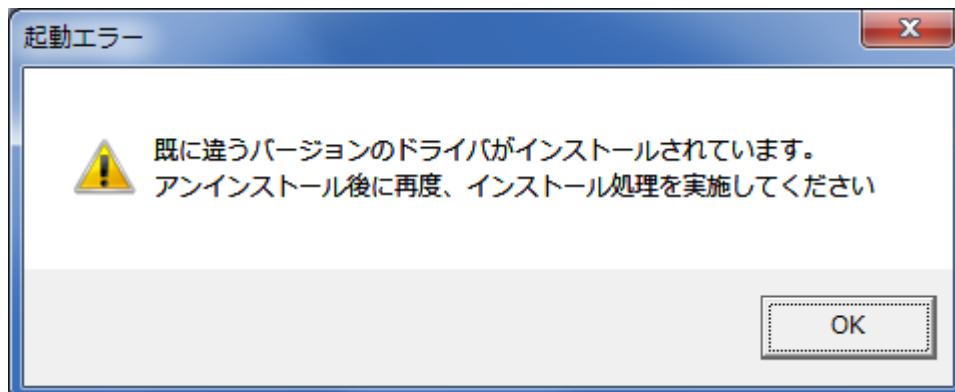

図 5.1 起動エラーメッセージ
インストール起動時に、図 5.1 のメッセージが表示される場合があります。このメッセージは、既に違うバージョンのドライバがインストールされている場合に表示されます。
1. プリンタドライバのインストールにおいて、インストール先のシステムフォルダに既に同名のファイルが存在する場合、上書きコピーは行なえません。従って、図 5.1 のメッセージが表示された場合は、必ずアンインストールを行なってください。
2. インストールが途中で失敗した場合や、アンインストールではなく Windows 上の操作でプリンタの削除を行なった場合、システムフォルダにプリンタドライバ関連のファイルが残ってしまいます。その状態でインストールを行うと、図 5.1 のメッセージが表示される場合がありますので、この場合、まずアンインストールを行なってください。なおこのとき、アンインストール画面上にアンインストール対象のプリンタ名が表示されない場合がありますが、そのままアンインストールを続行してください。残されていたプリンタドライバ関連のファイルやレジストリ情報を削除することができます。